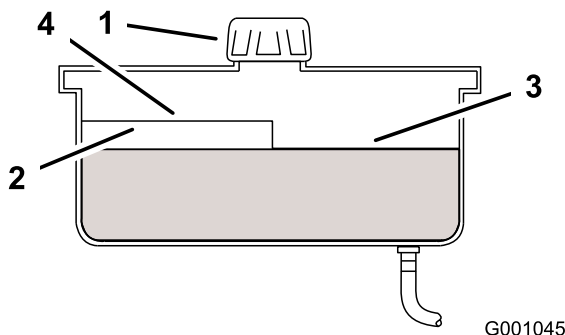

Figure 68
2. Nettoyez la surface autour du goulot de remplissage du réservoir hydraulique (Figure 68).
3. Enlevez le bouchon du goulot de remplissage et vérifiez si le réservoir contient du liquide (Figure 68).
Remarque: Lorsque l'huile est chaude, le niveau de liquide doit atteindre le haut du repère "à chaud" sur le déflecteur (Figure 68).